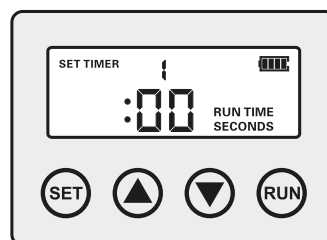

FIGURE 3
4. Lorsque vous entrez les paramètres de la durée d'alimentation, "RUN TIME" apparaît sur l'écran (voir fig. 3). La durée des repas individuels peut être réglée à l'aide des boutons "Up" et "Down". La durée de l'alimentation peut être réglée de 0 à 20 s, 0 s signifiant qu'aucune alimentation n'a lieu.